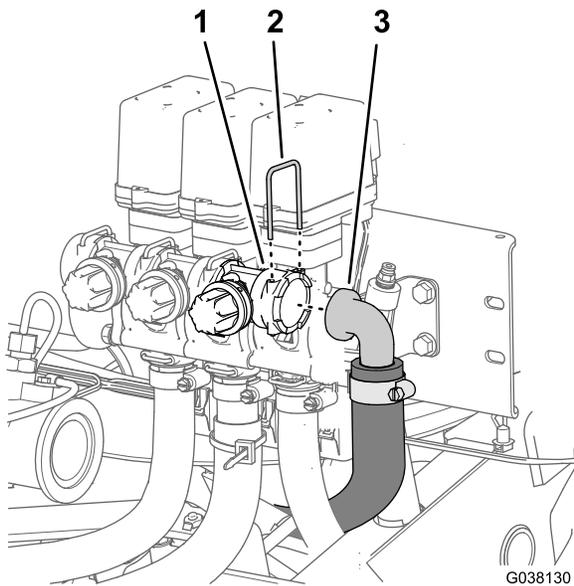

Bild 17
- Nehmen Sie den Halter, mit dem das gezahnte 90°-Anschlussstück des Überlaufschlauchs befestigt ist, vom Buchsenanschlussstück des Sicherheitsventils am rechten Auslegerabschnittventil ab (Bild 17).
2. Nehmen Sie den Überlaufschlauch vom Sicherheitsventil ab (Bild 17).